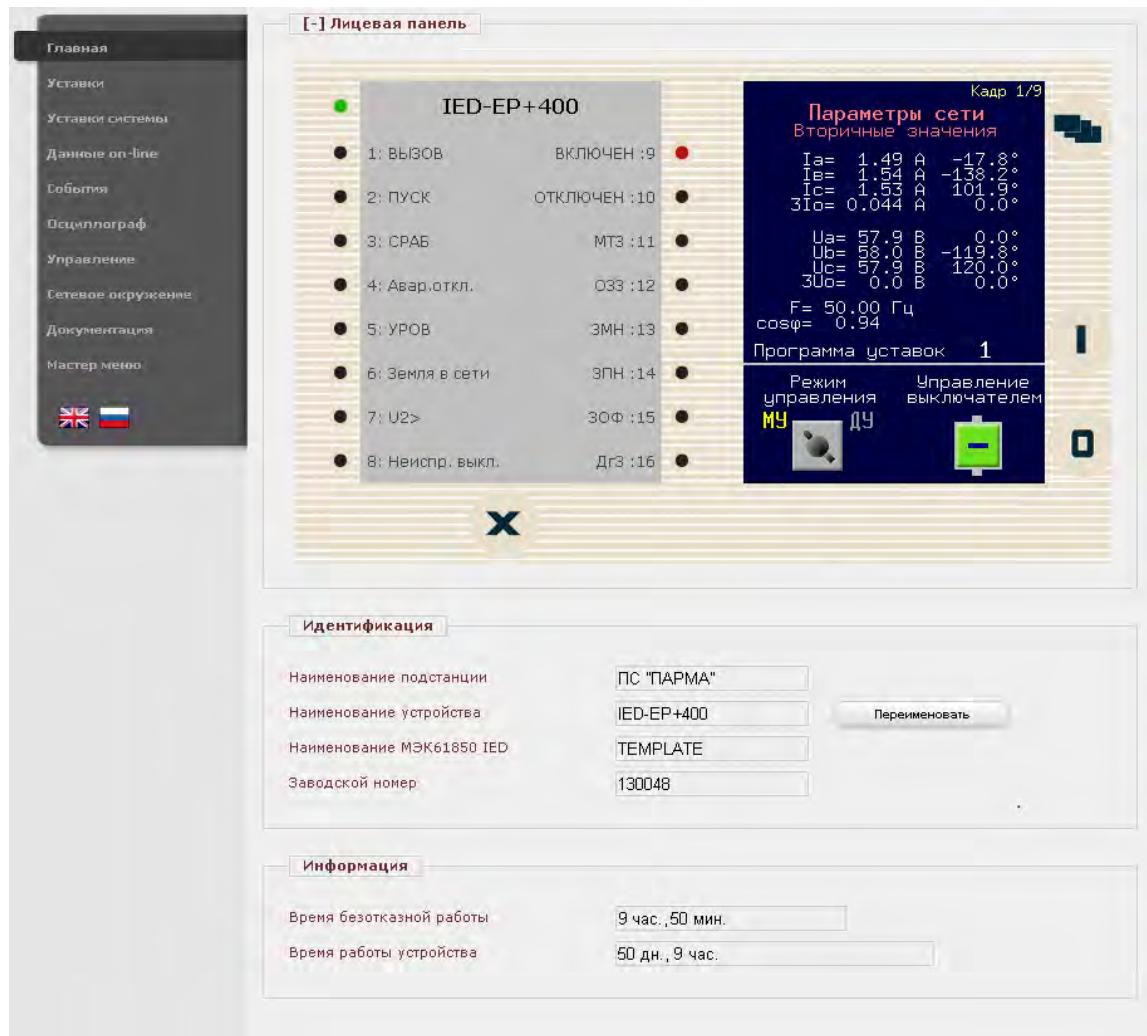

Рисунок 38 – Меню "Главная"
4.3.1 Для начала работы необходимо ввести IP-адрес блока в адресной строке браузера. После загрузки страницы в левой части окна будет отображаться список меню, в правой части окна – панель содержимого (см. рисунок 38).